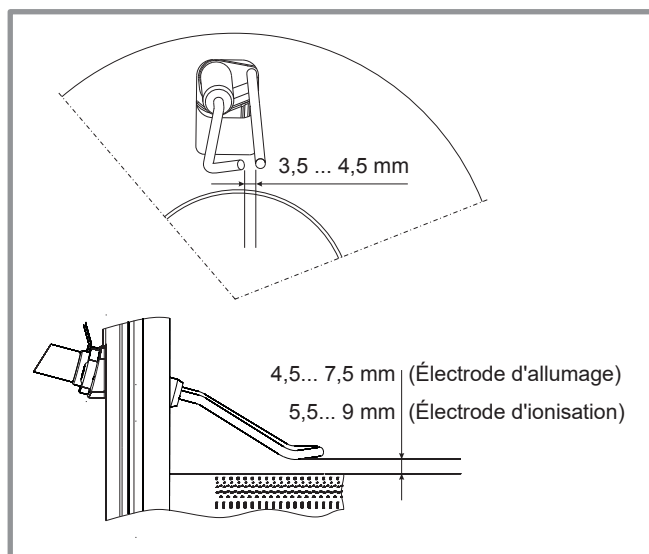

figure 69 - Réglage des électrodes
- Vérifier l'écartement et le positionnement des électrodes (figure 69).